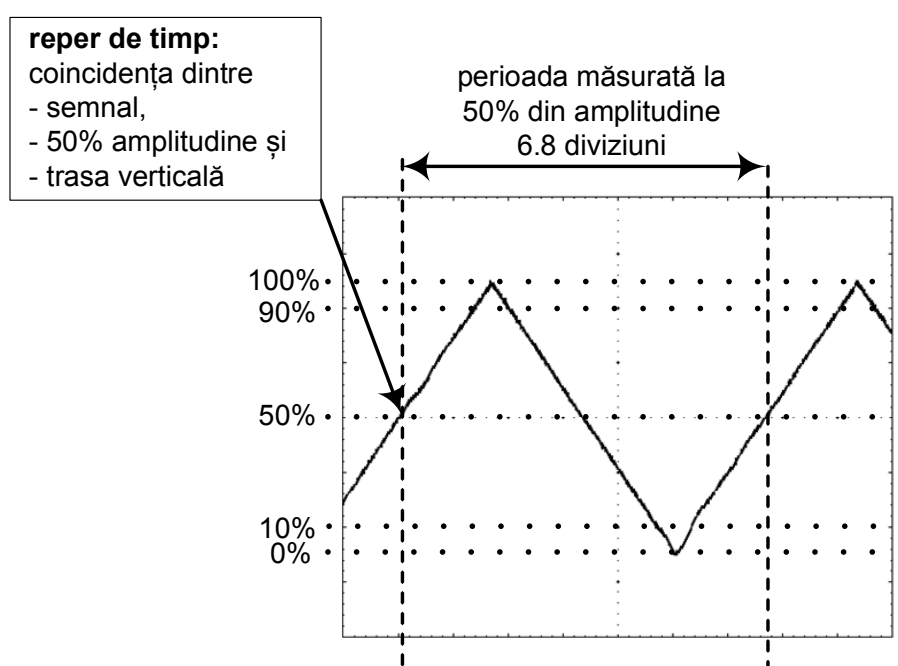

Figura 1.7 Măsurarea perioadei semnalelor digitale.
- Figura 1.7 prezintă modul de poziționare a semnalului pe osciloscop în vederea măsurării perioadei acestuia.